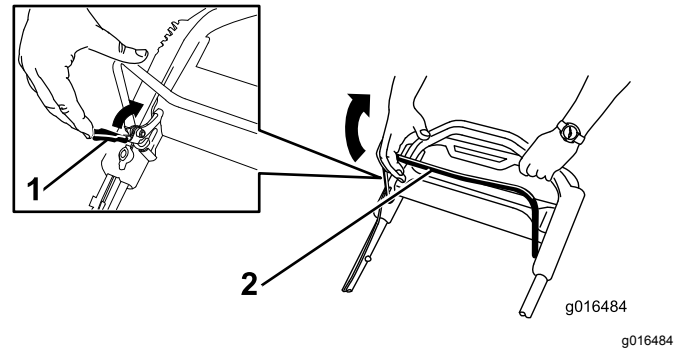

Bild 22
1. Ziehen Sie die Schaltbügelsperre zum Schaltbügel (Bild 22).
2. Ziehen Sie den Schaltbügel **langsam** zum Holm (Bild 22).